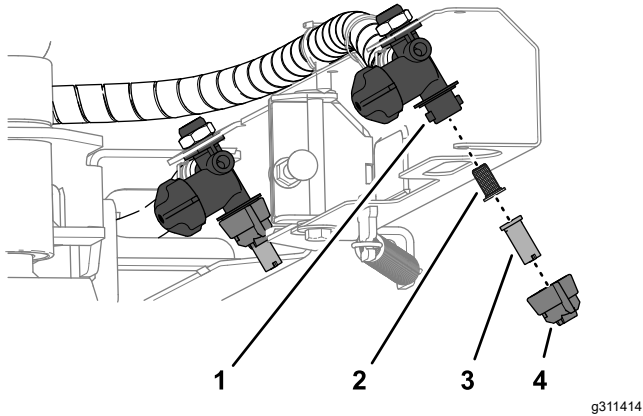

Figura 53
1. Gire el tapón de la boquilla 90° en sentido antihorario y retire el tapón del cuerpo de la boquilla (Figura 53).
2. Retire la boquilla, la junta y el filtro del cuerpo de la boquilla (Figura 53).
4. Monte el filtro en el cuerpo de la boquilla (Figura 53).
5. Monte la boquilla en la tapa de la boquilla (Figura 53).
6. Instale la boquilla y la tapa en el cuerpo de la boquilla (Figura 53).
7. Gire el tapón de la boquilla 90° en sentido horario (Figura 53).